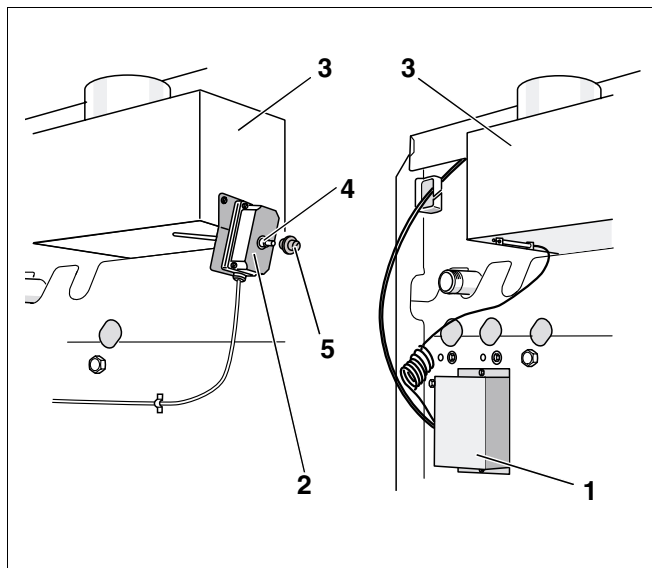

Рис. 2 Системы контроля дымовых газов
- Система контроля дымовых газов AW 50 (рис. 2, **поз. 1**) через несколько минут вновь автоматически запускает горелку при наличии запроса на тепло от теплопотребителей.
- На системе контроля дымовых газов AW 10 (рис. 2, **поз. 2**) примерно через две минуты снимите защитный колпачок (рис. 2, **поз. 5**) и нажмите разблокировочный штифт (рис. 2, **поз. 4**).